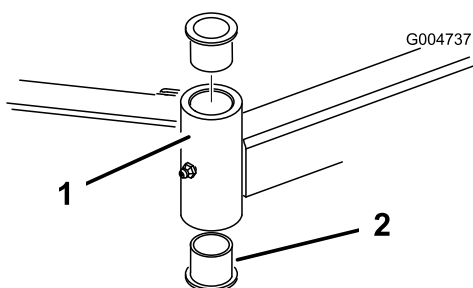

Bild 24
4. Stecken Sie einen Dorn oben oder unten in das Befestigungsrohr und treiben die Büchsen heraus (Bild 24). Treiben Sie dann die andere Büchse aus dem Rohr heraus. Reinigen Sie die Innenseite der Rohre.